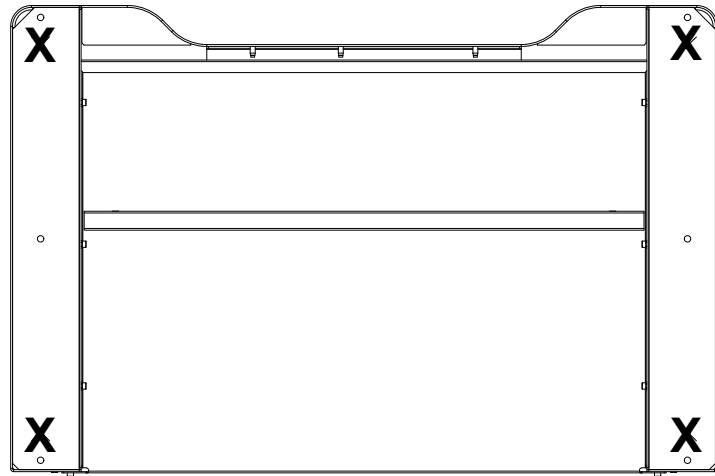

Figura 20. Cara inferior del bastidor ilustrando la ubicación de las patas
6. Localice las patas del bastidor que se hayan retirado para atornillar el bastidor al patín y vuelva a montarlas en los lugares indicados en Figura 20 en la página 75.